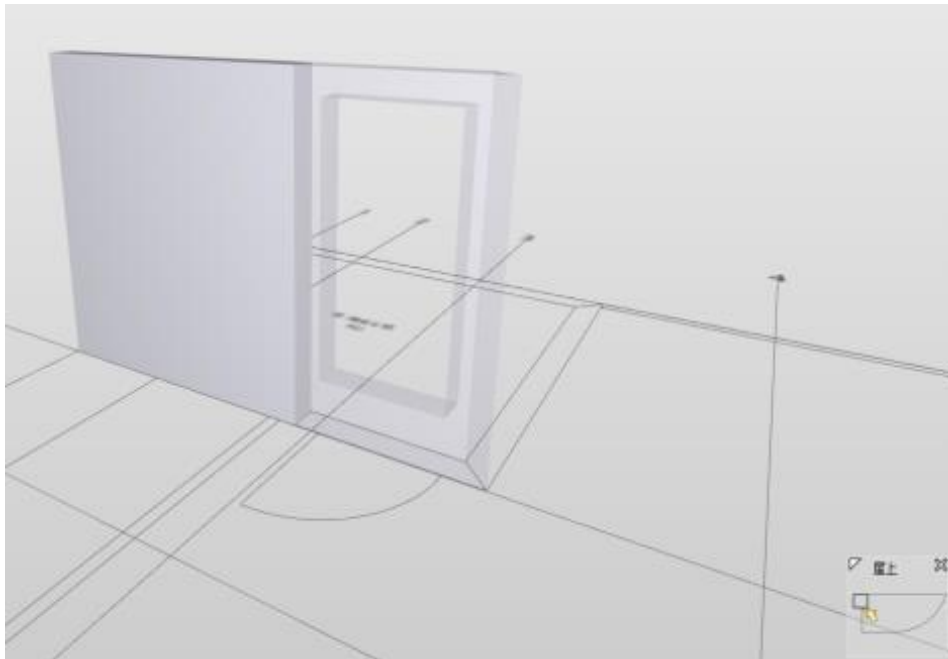

図 67. 壁の干渉
- ⑤ 案件をダブルクリックすると案件のコンポーネントが拡大表示され、ハイライトされます。もし、近すぎる場合は3D ビューのツールバーから「ズームアウト」を選択します。(図 67 を参照)